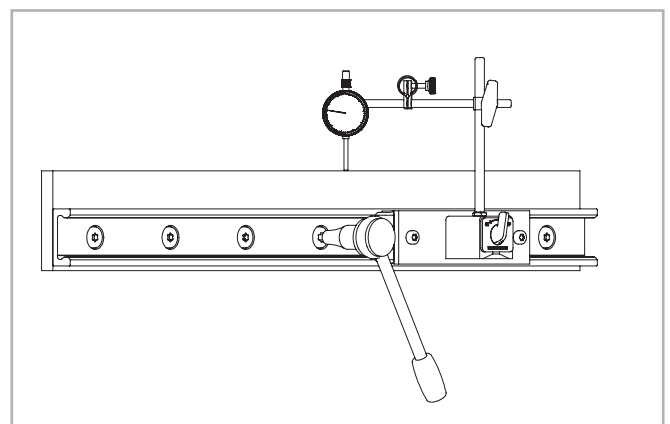

Fig. 68
(2) Montez un comparateur sur le patin de manière à pouvoir mesurer le décalage du rail par rapport à une ligne de référence. Mettez à présent le patin en place au centre du rail et réglez le comparateur sur zéro. Déplacez le patin de respectivement deux trous vers l'avant et vers l'arrière tout en ajustant soigneusement le rail. Serrez ensuite les trois vis situées au milieu de cette zone au couple de serrage prescrit, voir fig. 68.
(3) Positionnez maintenant le patin à l'une des extrémités du rail et ajustez avec précaution le rail à la valeur zéro du comparateur.